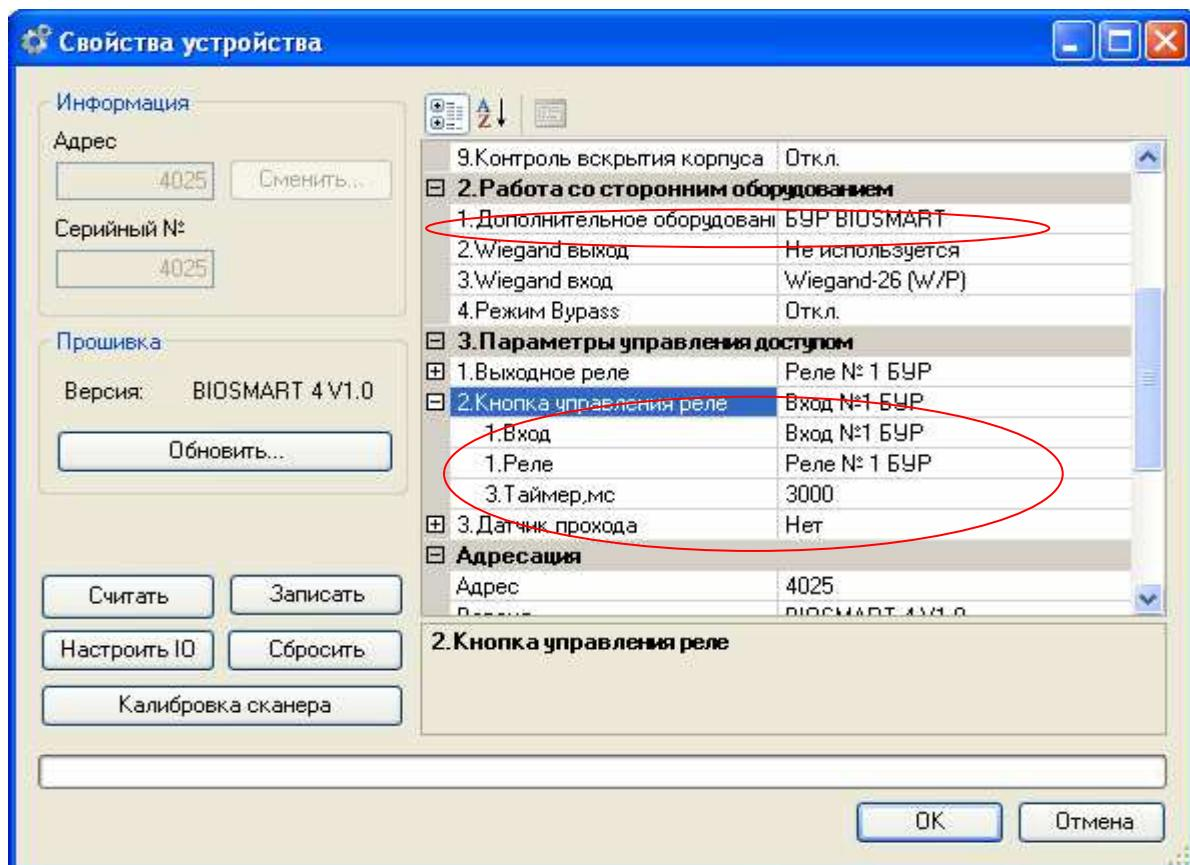

Рисунок 5 Окно настройки кнопки
– чтобы по нажатию кнопки, подключенной к входу БУР In0, срабатывало реле №1, параметры контроллера Biosmart (ПО «Biosmart–Studio», вкладка «Устройства») должны иметь следующую конфигурацию, см. рисунок 5.